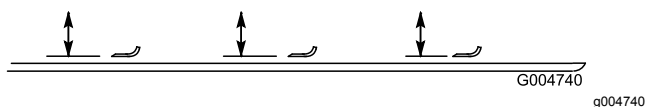

Figura 77
5. Rode a lâmina até que as suas extremidades se encontrem viradas para a frente e para trás (Figura 77).